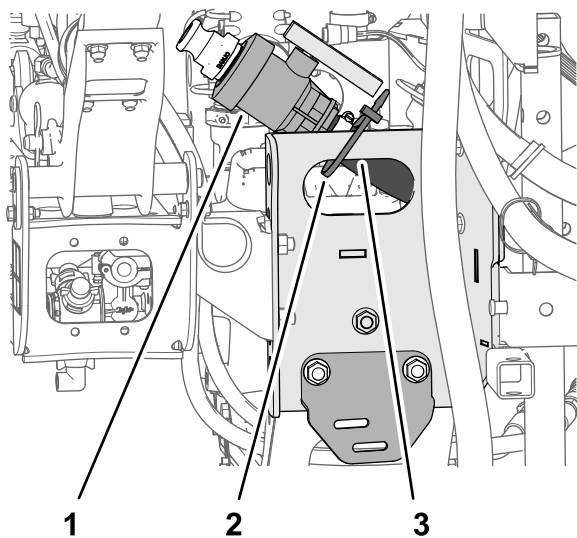

図 13
- 1. ドレンバルブと液剤タンク用のホースをスキッドのチャンネル部に固定しているケーブルタイを外す 図 13。